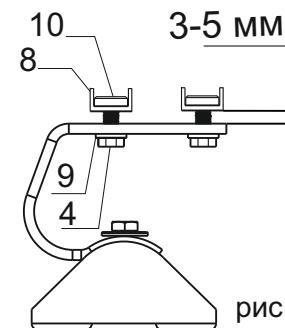

рис. 2
с. наживите крепежные пластины[8], используя винты[4], шайбы[9] и гайки [10], ключём от руки, оставив зазор в 3-5 мм (см. рис. 2).
e. соберите опору с поперечиной так, чтобы винты[4] вошли в прорезь, а крепежные пластины[8] оказались внутри трубы[17] (см. рис.2,3).